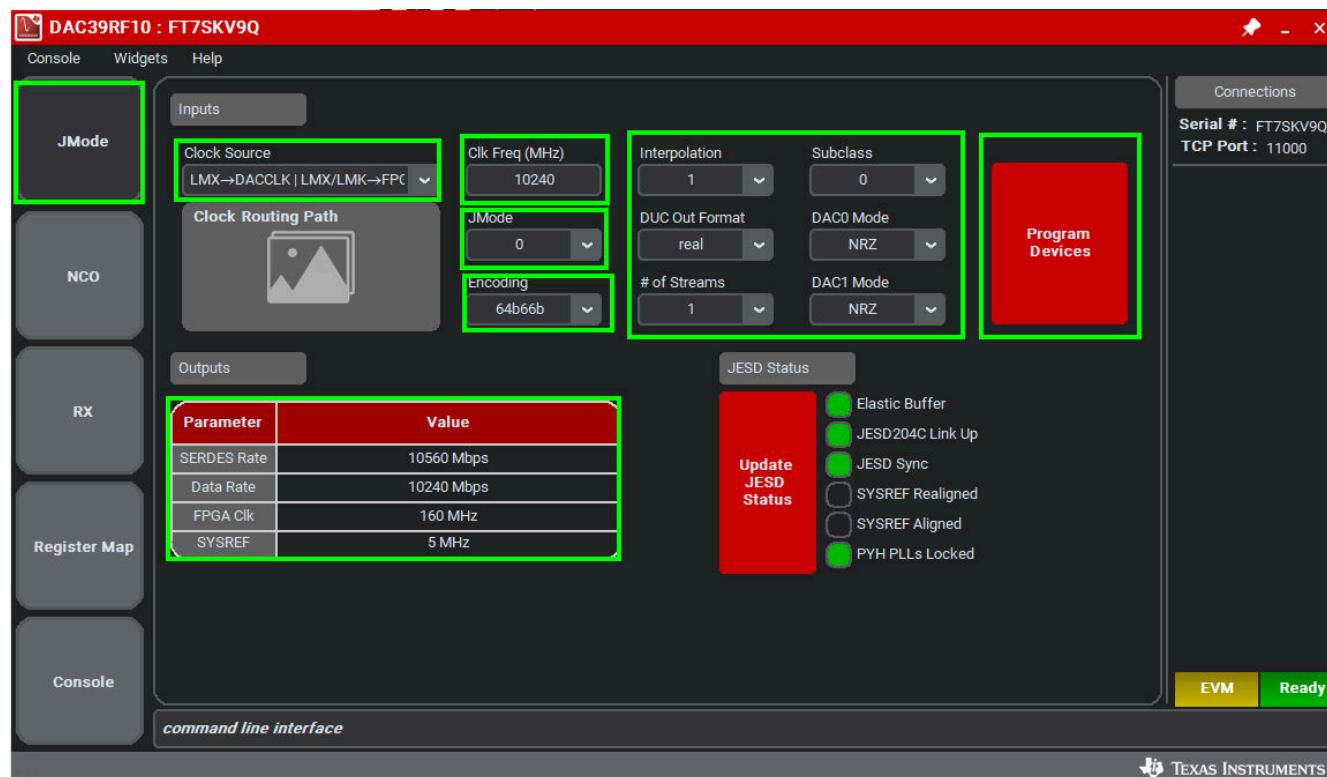
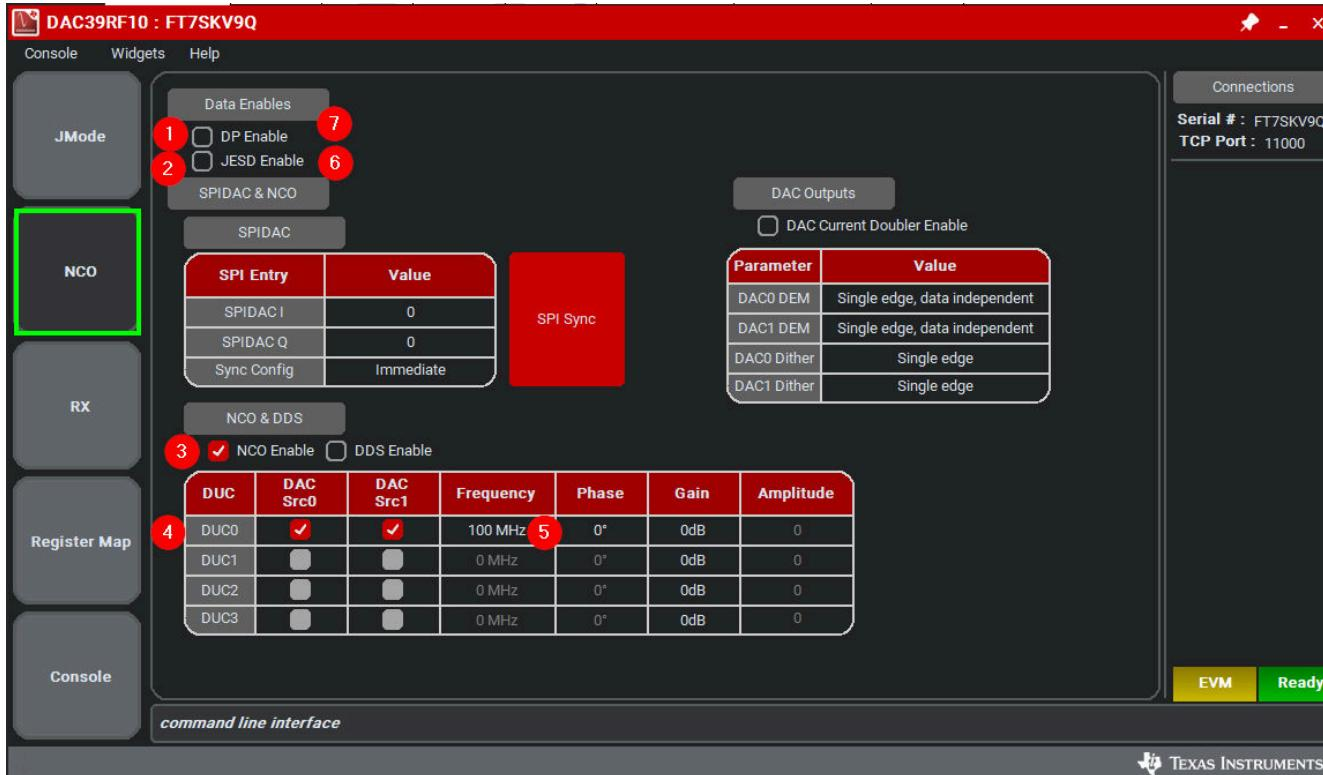

図 2-3. DAC39RF10EVM GUI の設定
図 2-5. NCO タブ コントロール
- a. FPGA REF クロック周波数は、DAC39RF10EVM GUI から取得できます。DAC39RF10EVM GUI を希望する JMODE モードおよびクロックレートに設定した後に実行します。EVM に必要な基準クロック周波数は、図 2-3 に示す GUI の最初のページに表示されています。
それぞれ **JMODE** タブおよび **NCO** タブを開いた状態の GUI は、図 2-3 および 図 2-5 に示されています。パネル左側のタブは、構成をデバイスおよび評価基板の機能ごとに整理しており、ユーザーフレンドリーな操作が可能です。また、レジスタを直接設定するための低レベルタブも用意されています。この評価基板には、DAC39RF10、LMX1204、および LMK04828 の 3 つの構成可能なデバイスがあります。各デバイスのレジスタマップは、該当デバイスのデータシートに記載されています。詳細については セクション 5.1 を参照してください。
- データレート欄に **10.24G** または希望する入力データレートを入力します。データレートの値は DAC39RF10EVM GUI から参照でき、出力パラメータ欄に表示されています (図 2-3 を参照してください)。